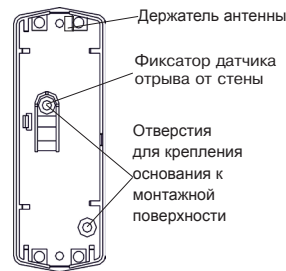

Рисунок 3 – Основание БОС
9.1 Выберите место установки элементов сигнализатора и произведите разметку для их крепления. Для разметки могут быть использованы ДЗ и основание корпуса БОС (см. рисунок 3).
ВНИМАНИЕ! Антенна должна быть установлена на держатель (см. рисунок 3). Размещение антенны вне держателя существенно снижает дальность радиосвязи.